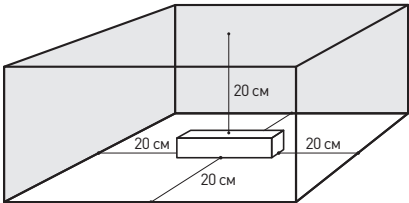

Рис. 5. Свободное пространство вокруг источника
- 4.4. Для соблюдения температурного режима работы обеспечьте не менее 20 см свободного пространства вокруг диммера (рис. 5).